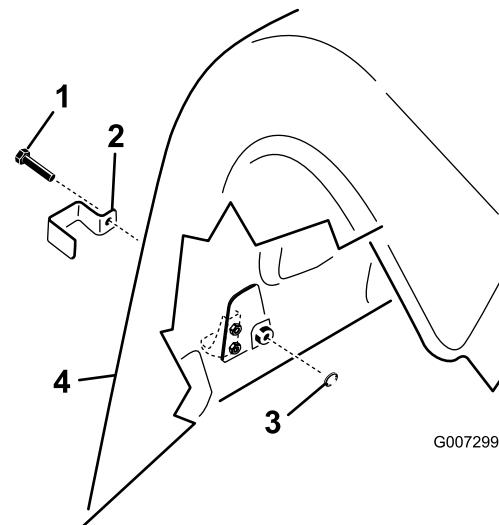

Figura 15
- No modelo ProCore 864, instale um suporte de bloqueio na parte direita e esquerda traseira inferior do capot e nos trincos superiores do capot com um parafuso adaptador (quatro no total) (Figura 15).